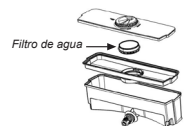

Figura 2.
2. Coloque el tanque sobre una superficie plana y retire la cubierta del mismo jalandola hacia arriba (Ver figura 2).